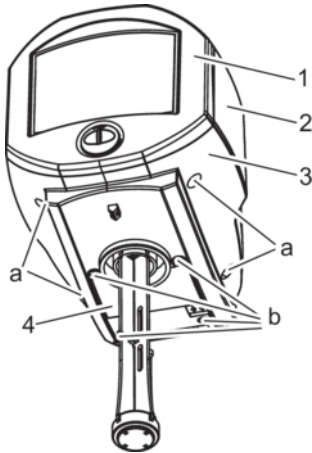

Abb. 9: Gehäuseteile
1. Die vier Befestigungsschrauben (a) der Abdeckhaube von unten lösen (siehe Abbildung 9); die Schrauben verbleiben im Pumpenträger. Das Frontteil (1) der Verkleidung leicht nach vorne kippen und die Abdeckhaube (2) abnehmen.
2. Die vier Befestigungsschrauben (b) des Rückteils (4) lösen (siehe Abbildung 9). Das Rückteil abnehmen.